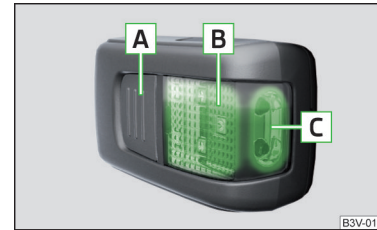

Abb. 133
Beschreibung der Leuchte » Abb. 133
- Zum **Einschalten** der herausgenommenen Leuchte die Taste **A** drücken » Abb. 133. Durch erneutes Drücken wird die Leuchte **ausgeschaltet**.
Wird die Leuchte nicht ausgeschaltet und korrekt in die Halterung eingesetzt, dann werden die LED-Leuchtmittel im vorderen Teil der Leuchte **C** » Abb. 133 automatisch ausgeschaltet.